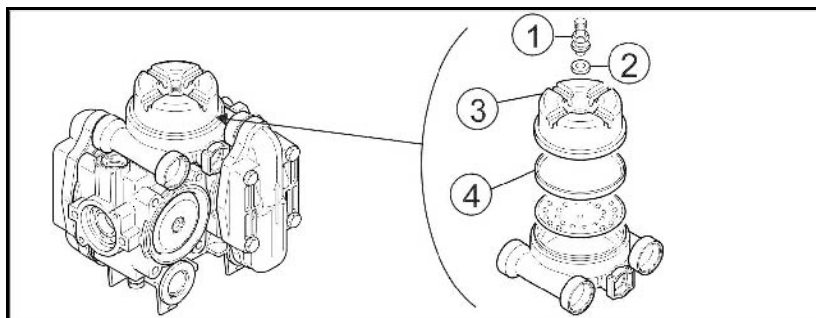

Fig. 153
1. Afmontér ventilen (Fig. 153/1) og skiven (Fig. 153/2).
2. Sæt hjælpeværktøjet i dækselnoterne, og skru dækslet (Fig. 153/3) af.
3. Kontrollér membranen (Fig. 153/4), og udskift en defekt membran.